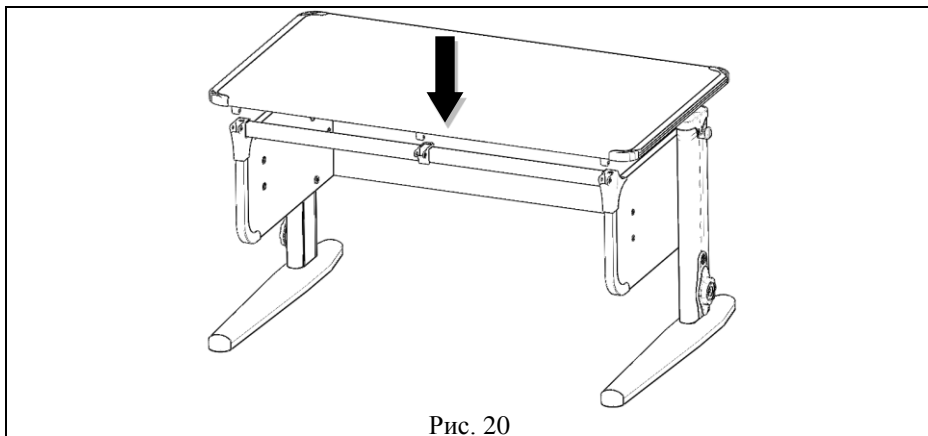

Рис. 20
5.5.1. На основание стола (сборка по п.5.4) положить сверху столешницу (сборка по п.5.5.2), так, чтобы выступы верхних частей шарниров входили в пазы нижних частей шарниров, а оси отверстий совпадали. В отверстия шарниров вставить СУТ.41.001. Ось (поз. 3, пакет № 143) и закрепить при помощи самореза с прессшайбой 4,2x16 (поз. 4, пакет № 143) см. рис. 20, 20а.
Рис. 20а